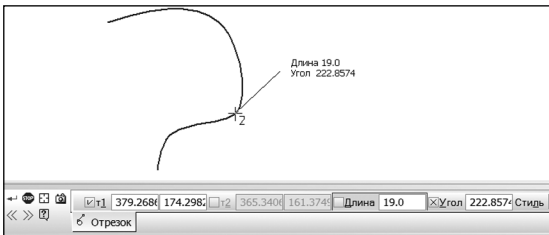

Рис. 10.19. Команда «Касательный отрезок через точку кривой»
- Кнопка **Касательный отрезок через точку кривой** Ⓜ аналогична предыдущей кнопке (рис. 10.19). Отличие заключается в том, что если выбрана кривая, то первая точка отрезка задается автоматически — это точка, в которой эта кривая выбиралась. Остается лишь за-